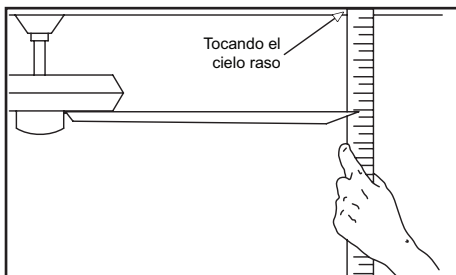

Figura 14
2. La mayoría de los problemas de oscilación del ventilador se deben a que las aspas no están al mismo nivel. Verifica este nivel seleccionando un punto en el techo sobre la punta de una de las aspas. Mide desde un punto en el centro de cada aspa al punto en techo. Mide esta distancia como muestra la Figura 14. Gira el ventilador hasta que la siguiente aspa quede en posición para medir. Repite el procedimiento para cada aspa. Las desviaciones de la medición no deben pasar de  $1/8''$  (3.2 mm). Enciende el ventilador por 10 minutos.